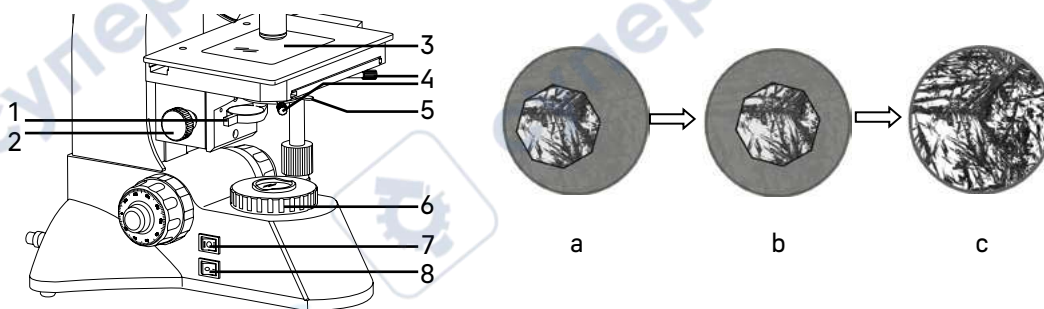

Рис. 12. Центрировка конденсора
- Убедитесь, что питание включено – кнопка 8 (рис. 12) приведена в положение «→».
- Включите осветитель проходящего света, установив переключатель 7 (рис. 12) в положение «I». Дайте ему немного поработать, чтобы достичь стабильного уровня освещения.
- Разместите объект на предметном столике 3 (рис. 12), введите в ход лучей объектив 10x, сфокусируйтесь, настройте визуальную насадку.
- Раскройте полевую диафрагму коллектора 6 (рис. 12) и апертурную диафрагму конденсора, рукояткой перемещения кронштейна конденсора 2 (рис. 12) поднимите конденсор до упора.
- Наблюдая в окуляры, прикройте полевую и апертурную диафрагму, так чтобы была освещена только центральная часть поля зрения – рис. 12а.
- С помощью центрировочных винтов конденсора 4 (рис. 12) приведите изображение в центр поля зрения окуляра – рис. 12b.
- Осторожно перемещая конденсор вверх и вниз вращением рукоятки перемещения кронштейна конденсора 2 (рис. 12), поместите конденсор в рабочее положение, при котором будет резкое изображение краев многогранника прикрытой полевой диафрагмы, а дифракционный сине-зеленый цвет на краю диафрагмы обращен за край диафрагмы, а не в поле зрения.
- Раскройте полевую диафрагму немного больше, чем размер поля зрения – рис. 12с. Может потребоваться дополнительная центрировка.